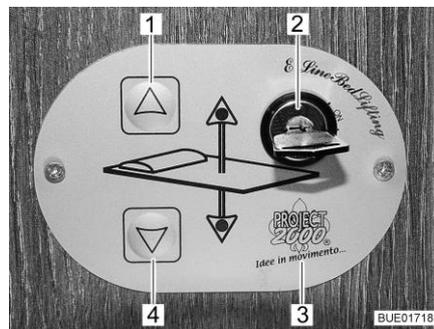

Bild 147 Bedienteil
Mit den Tasten (Bild 147,1 und 4) auf dem Bedienteil (Bild 147,3) wird das Hubbett abgesenkt oder angehoben. Mit dem Schlüsselschalter (Bild 147,2) wird das Bedienteil gegen unbefugte Benutzung gesichert.
- Schlüssel im Schlüsselschalter (Bild 147,2) um 90° im Uhrzeigersinn auf Stellung "On" drehen. Das Bedienteil (Bild 147,3) ist aktiviert.
- Pfeiltaste (Bild 147,4) drücken und so lange gedrückt halten, bis das Hubbett in die gewünschte Position nach unten gefahren ist.
- Pfeiltaste (Bild 147,1) drücken und so lange gedrückt halten, bis das Hubbett in die Endstellung nach oben gefahren ist.
Wenn sich das Hubbett mit den Pfeiltasten (Bild 147,1 und 4) nicht mehr bewegen lässt, zuerst die Sicherungen prüfen (siehe Abschnitt 9.10.1). Wenn die Sicherungen in Ordnung sind und sich das Hubbett trotzdem nicht bewegen lässt, kann das Hubbett manuell bedient werden.